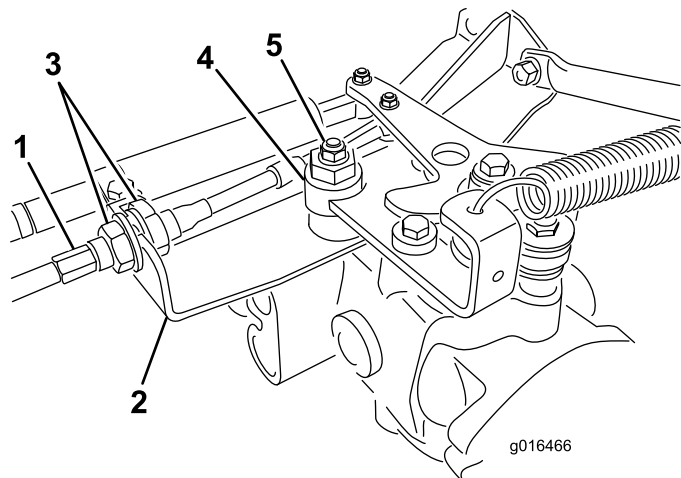

図 43
- A. 走行ケーブルを油圧トランスミッションのバルクヘッドに取り付けているジャムナット (図 43) を両方ともゆるめる。ジャムナットは調整ができるよう十分に、また均等にゆるめること。
- B. 偏芯ナットをトランスミッション上部に止めているナット (図 43) をゆるめる。
- D. どちらにも車輪が回らないように偏芯ナットを回して調整する。調整ができたら固定ナットを締める (図 43)。スロットル SLOW および FAST 位置で調整が正しいことを確認する。
- E. バルクヘッドのそれぞれの側から、ロックナットを均等に締め付けて、ケーブルを固定する (図 43)。ケーブルをねじらないように注意すること。